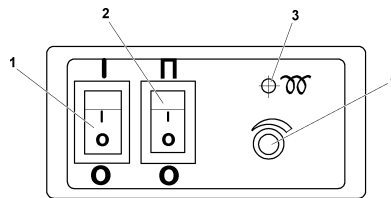

Рис. 3.27. Пульт управления предпусковым отопителем-подогревателем:
На рабочем месте водителя расположен пульт управления рис. 3.27.
2. Для повторного включения подогревателя после его автоматической остановки переключатель 1 рис. 3.27 необходимо перевести в положение "О" и не ранее, чем через 5-10 секунд в положение "I".